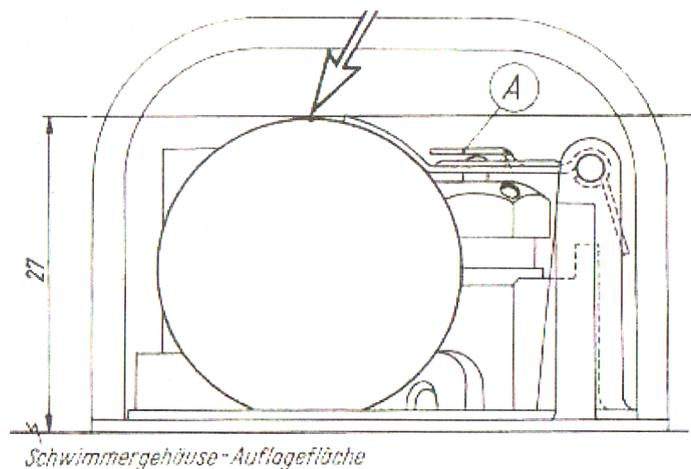

Bild 5 Schwimmerventil geschlossen. Federbolzen eingedrückt. A = Ventilhebel
Zum überprüfen wird der Nadeldüsenträger herausgeschraubt und der Vergaser so gehalten, daß das abgefräste Schwimmergehäuse mit der Öffnung nach oben zeigt. An der auf Bild 5 mit einem Pfeil gekennzeichneten Stelle wird nun — parallel zur Schwimmermitte — ein Lineal oder Schiebelehre aufgelegt. Zwischen beiden Schwimmkörpern und dem Lineal muß ein gleichmäßiger Lichtspalt von 0,2 bis 0,5 mm vorhanden sein. Wenn nicht, ist der Ventilhebel (A) (siehe auch Bild 4) (9) entsprechend nachzubiegen. Natürlich darf ein oder beide Schwimmkörper nicht verkantet sein, es ist also auch auf „Seitenrichtung“ zu achten.